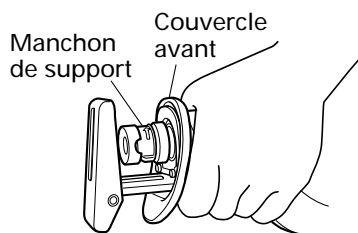

Fig. 5
- (1) Actionner la gâchette plusieurs fois de suite de façon que le manchon de support sorte complètement du couvercle avant. Ensuite, couper l'interrupteur et sortir la batterie. (Fig. 5)
- Ne pas retirer le couvercle avant (voir la Fig. 5). Bien tenir le corps de l'outil par le haut du couvercle avant.